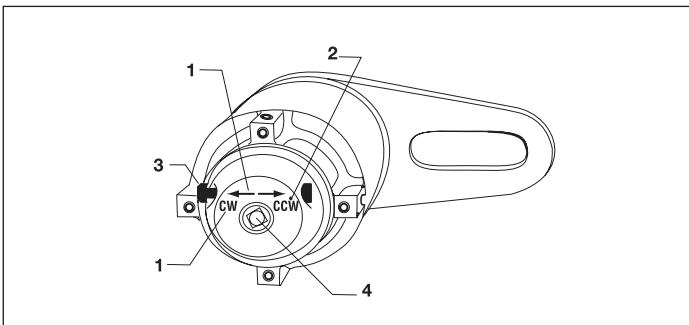

**Fig. 1, Trocando o Disco de Reação**
O cisalhamento controlado do Inserto de Encaixe Quadrado de Saída (Fig. 1 Item 4) protege os componentes internos, caso a capacidade máxima de saída seja ultrapassada. Este dispositivo de proteção contra sobrecarga causa a ruptura do inserto quando a saída excede entre 103% e 110% da capacidade nominal de saída. Um inserto de reposição é incluído nos multiplicadores de torque (E391, E392, E393, E492, E493, E494, E495). (Peça reposições adicionais ao seu Distribuidor Enerpac.)
- Monte o soquete de encaixe quadrado fêmea de tamanho adequado sobre o inserto de encaixe quadrado de saída do multiplicador de torque (Fig. 1, Item 4). Posicione o soquete e o multiplicador de torque no prendedor a ser apertado.
- Remova os parafusos (Fig. 1, Item 2) que fixam o disco de reação (Figura 1, Item 1) no multiplicador de torque, e remova o disco de reação do multiplicador de torque.
- Fixe novamente o disco de reação no multiplicador de torque com os parafusos removidos previamente. (Fig. 1, Item 2).